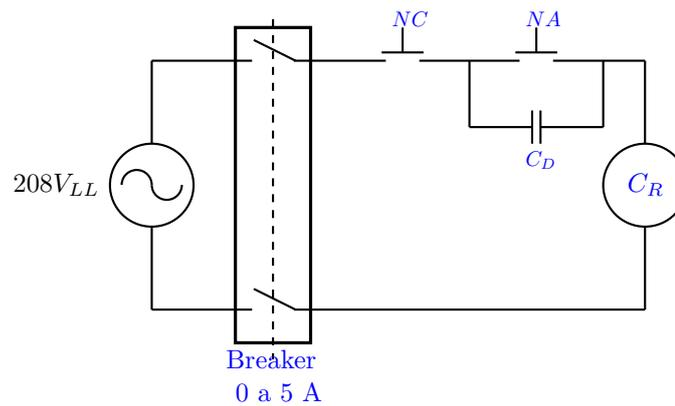

Figura 7: Circuito de control.
1. Monte el circuito de control de la figura 7.